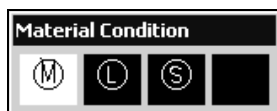

Рис. 11.19. Диалоговое окно символов зависимого допуска
6. Для задания степени отклонения размеров параметров в зависимости от материала щелкните мышью на крайней справа ячейке в поле **Tolerance 1** (Допуск 1) и в появившемся диалоговом окне **Material Condition** (Зависимый допуск) (рис. 11.19) щелкните мышью на нужном символе зависимого допуска.